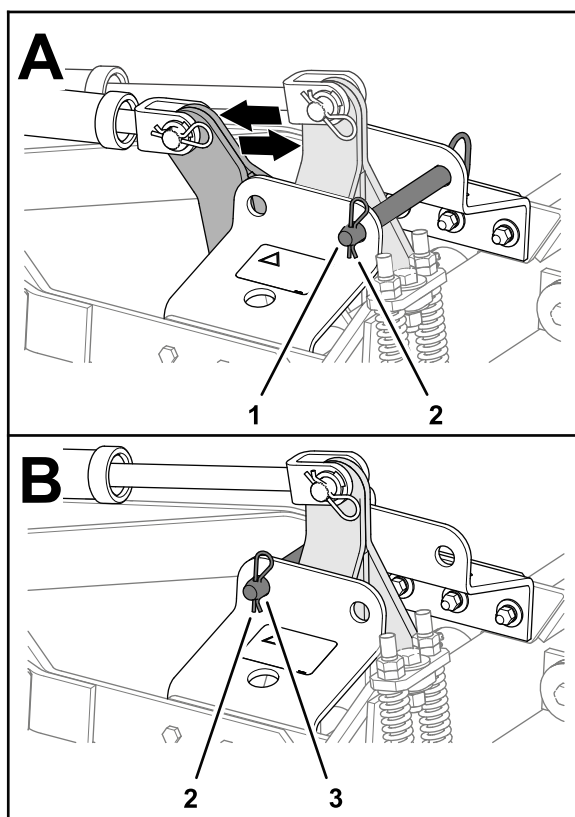

Figura 22
2. Rimuovete la coppiglia e spostate il perno di bloccaggio nei fori posteriori (posizione di rimessaggio/arieggiatura) nella staffa della barra di bloccaggio e fissate il perno di bloccaggio sulla staffa con la coppiglia (Figura 22).
7. Rimuovete la coppiglia e spostate il perno di bloccaggio nei fori anteriori (posizione di trasferimento) nella staffa della barra di bloccaggio e fissate il perno di bloccaggio sulla staffa con la coppiglia (Figura 22).